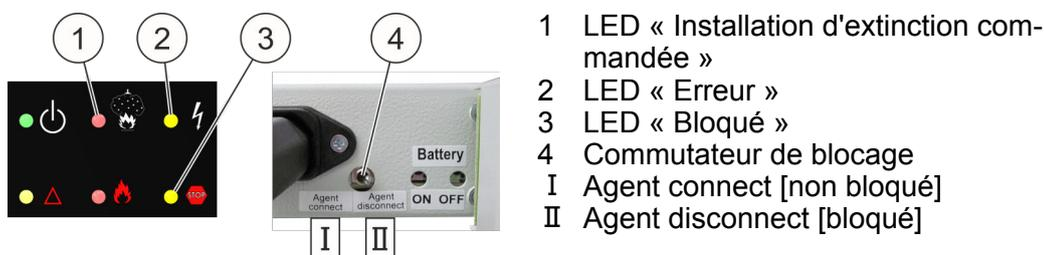

Fig. 58 : Blocage
- Bloquer le système avant un test de fonctionnement. Pour ce faire, commuter le commutateur de blocage (Fig. 58 /4) sur « Agent disconnect [bloqué] » (Fig. 58 / II).
- La LED supérieure jaune (Fig. 58 /2) s'allume.
Si une porte équipée d'un commutateur de contact de porte est ouverte, la LED jaune inférieure (Fig. 58 /3) s'allume en plus.
- Avant de supprimer le blocage, s'assurer que la LED rouge supérieure (Fig. 58 /1) **n'est pas** allumée, car sinon la procédure d'extinction est immédiatement lancée.